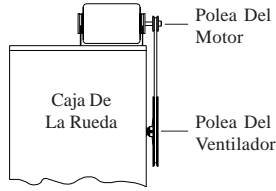

Fig. 2
- **Instale la polea del motor.** Instale la polea ajustable del motor para que queda alineada con la polea del ventilador (véase fig. 2) y apriete el tornillo.